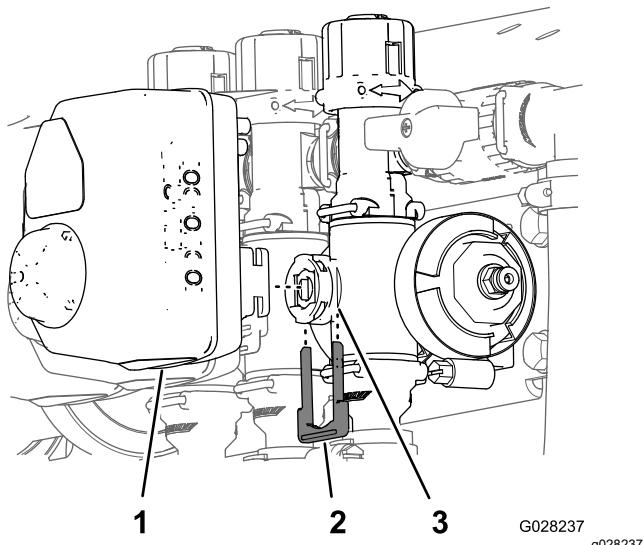

Figura 9
1. Retire la horquilla de retención que sujetla el actuador la válvula multivía (válvula de sección o válvula de agitación) (Figura 9).